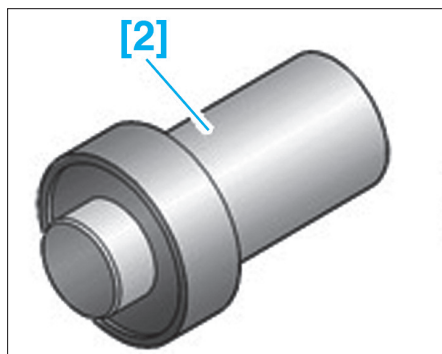

FIG. 1
- [2]. Tampon de remontage des joints de transmission droite (réf : 7114-T-X) (Fig.1).